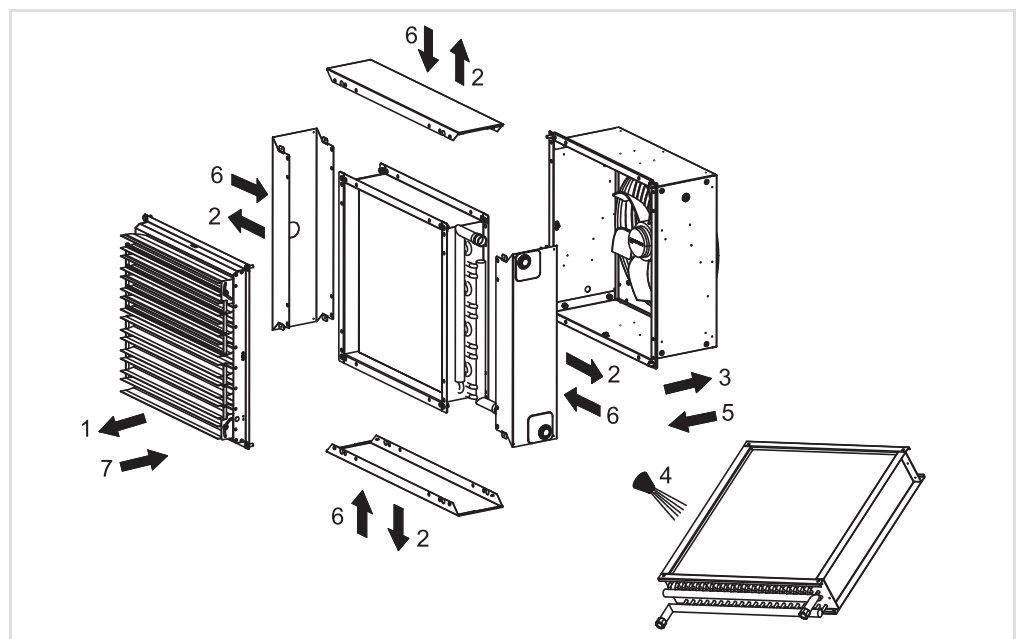

Abb. 8-4: Reinigung des Wärmetauschers
Zur Reinigung des Wärmetauschers ist dieser auszubauen. Bei der Demontage ist unbedingt die angegebene Reihenfolge (1-3) zu beachten (siehe Abb. 8-4). Reinigen Sie die Wärmetauscher-Lamellen mit Warmwasserstrahl (4). Montieren Sie das Gerät wieder zusammen. Achten Sie auf die Montagereihenfolge (5-7) auf der Abb. 8-4. Bei anschließender Geräte-Inbetriebnahme gehen Sie nach dem Text im Kapitel 7 „Inbetriebnahme“ vor.